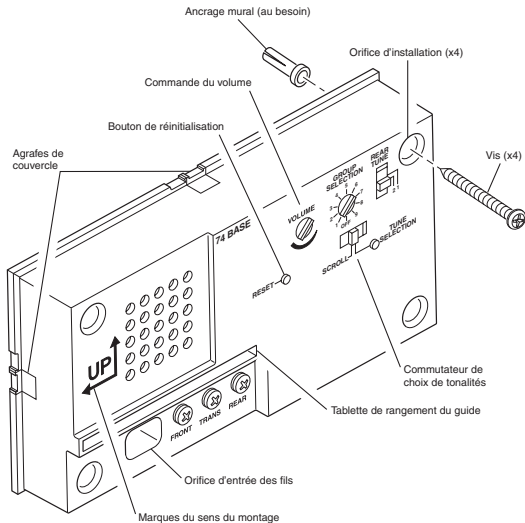

Figure 1
- Pour l'orientation du socle, servez-vous de l'appareil lui-même (voir la Figure 1).
- Faites passer les fils par les orifices d'entrée des fils (voir la Figure 1).
7. Déterminez le type de montage du couvercle. Avec un couvercle suspendu, les tiges du couvercle devraient être visibles (voir les Figures 1 et 4).
2. Placez le commutateur « Group Selection » au numéro du groupe désiré (voir la Figure 1). *Note* : Le carillon ne joue aucun air lorsque le sélecteur de groupe est en position « OFF ».
2. Placez le commutateur « Group Selection » au numéro du groupe désiré (voir la Figure 1).
1. Placez le commutateur « Rear Tune » à la position désirée (voir la Figure 1).